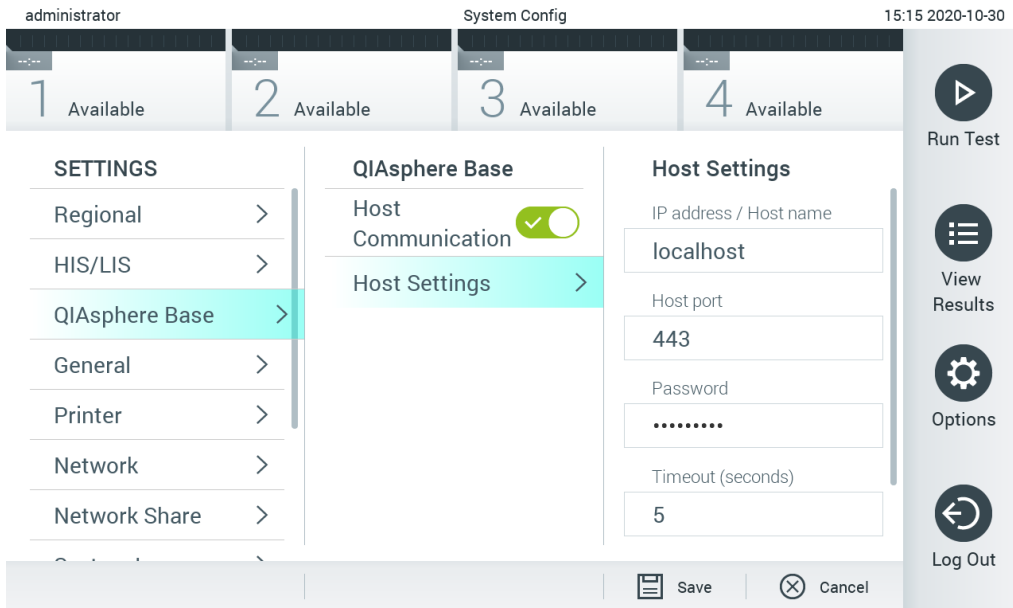

Рис. 73. Налаштування підключення QIASphere Base.
2. Виберіть пункт **QIASphere Base** зі списку налаштувань у лівому стовпці (рис. 73).